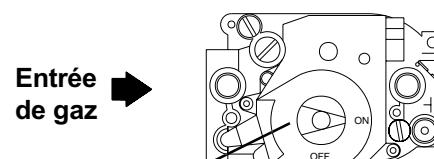

Figure 19.
- Attendre cinq (5) minutes que tout gaz se dissipe. Arrêter si vous sentez alors une odeur de gaz. Suivre l'étape « B » dans les consignes de sécurité ci-dessus. Passer à l'étape suivante en l'absence de gaz.
- tourner la manette de contrôle du gaz dans le sens des aiguilles d'une montre, jusqu'à la position « ON ».  Voir **figure 19**.